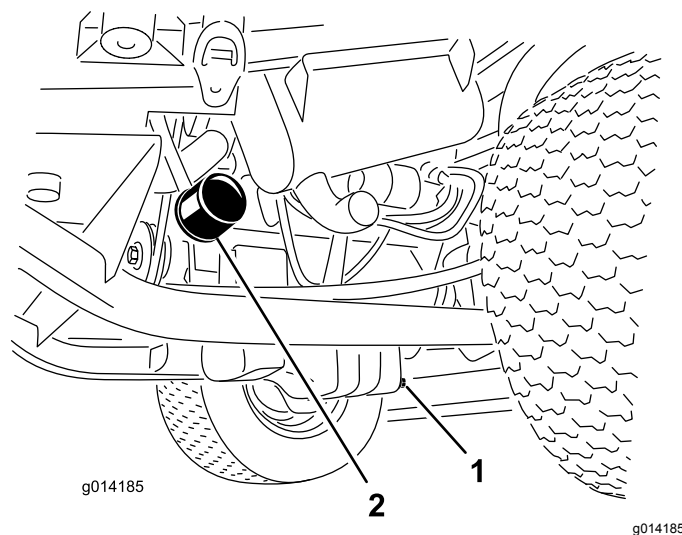

Bild 36
3. Entfernen Sie den Ölfilter (Bild 36).
1. Entfernen Sie die Ablassschraube (Bild 36) und lassen Sie das Öl in die Auffangwanne ab.